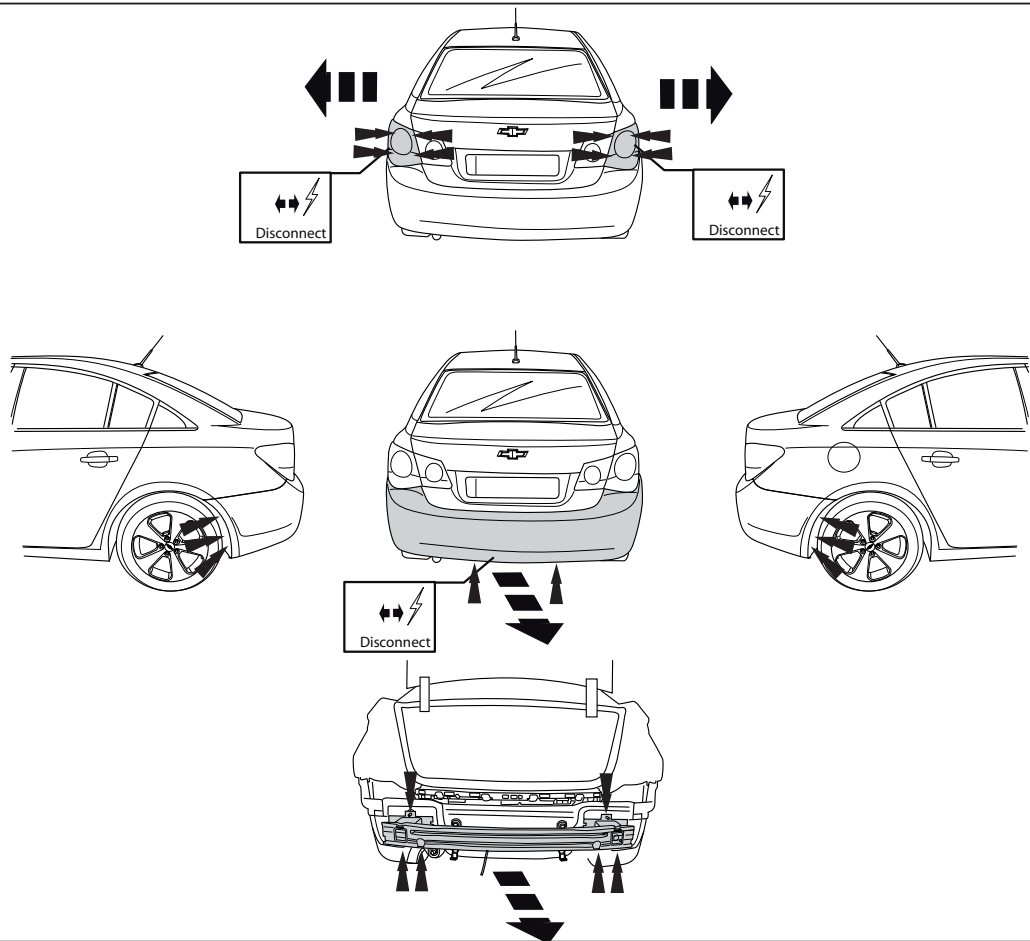

Fig.1
2. Снять бампер вместе со стальным буферным брусом автомобиля буферный брус больше не понадобится. См. рисунок 1 .